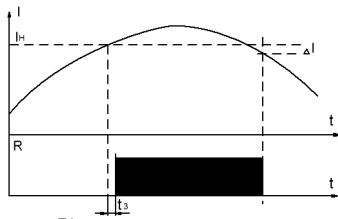

Рис.1 Функция F1
**Реле максимального тока (функция F1 рис. 1).**